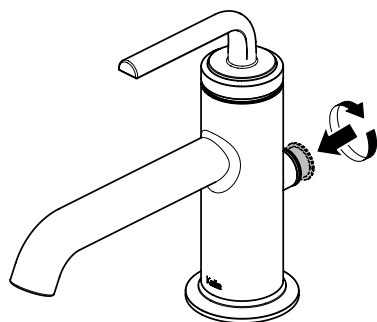
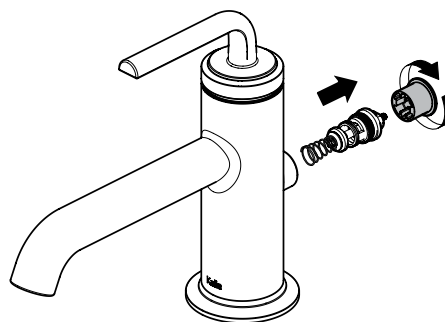

Fig. 7.1
Fig. 7.2
- Démontez le **déviateur**, nettoyez ou remplacez le **joint du déviateur** (fig. 7.1 et fig. 7.2).
- Remove the **diverter**, clean or replace the **diverter seal** (fig. 7.1 and fig. 7.2).